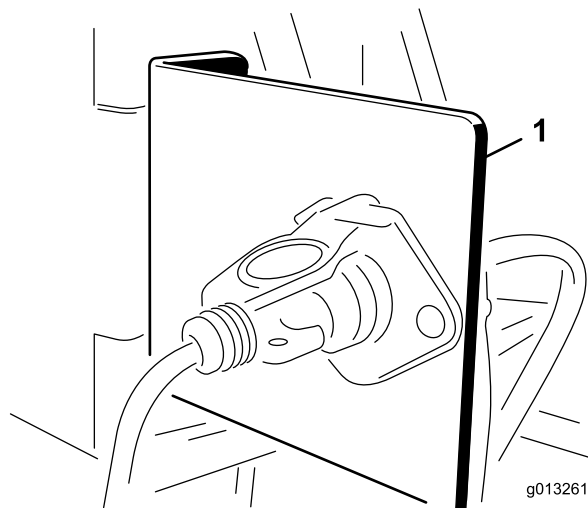

Figure 11
1. Montez le support de la prise électrique sur un point fixe à l'arrière du véhicule tracteur au moyen de l'un des supports prévus (Figure 11).